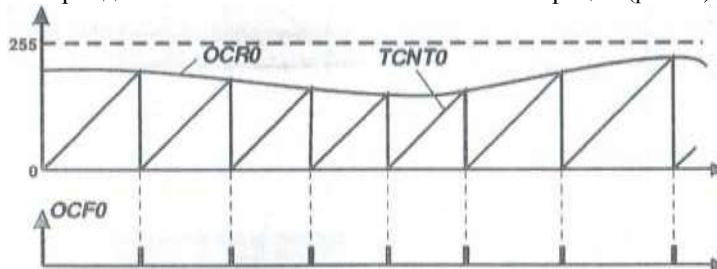

Рис. 3. Режим работы CTC (clear to compare-очистка при совпадении) таймера Т0
В режиме фазового ШИМ счетный регистр TCNT0(2) формирует пилообразный сигнал развертки с нарастающим и спадающим фронтами. Сначала регистр инкрементирует свое значение от 0 до 255, а затем происходит егодекремент от 255 до 0 (рис. 3, а).
Если при превышении значения, содержащимся в счетном регистре TCNT0(2), значения, содержащегося в регистре сравнения OCR0(2) происходит обнуление вывода OC0(2) таймера, то ШИМ является неинвертирующим (рис. 3, б). В противном случае ШИМ - инвертирующий (рис. 3, в).
В нормальном режиме работы счетный регистр TCNT0 изменяется от 0 до 255 и далее продолжает счет. В режиме «очистка при совпадении» значение уставки записывается в регистр OCR0. Когда значение счетного регистра TCNT0 доходит до уставки OCR0, регистр TCNT0 автоматически очищается, а таймер - перезапускается. Этот режим очень удобен при необходимости периодического выполнения каких- либо операций (рис. 3).